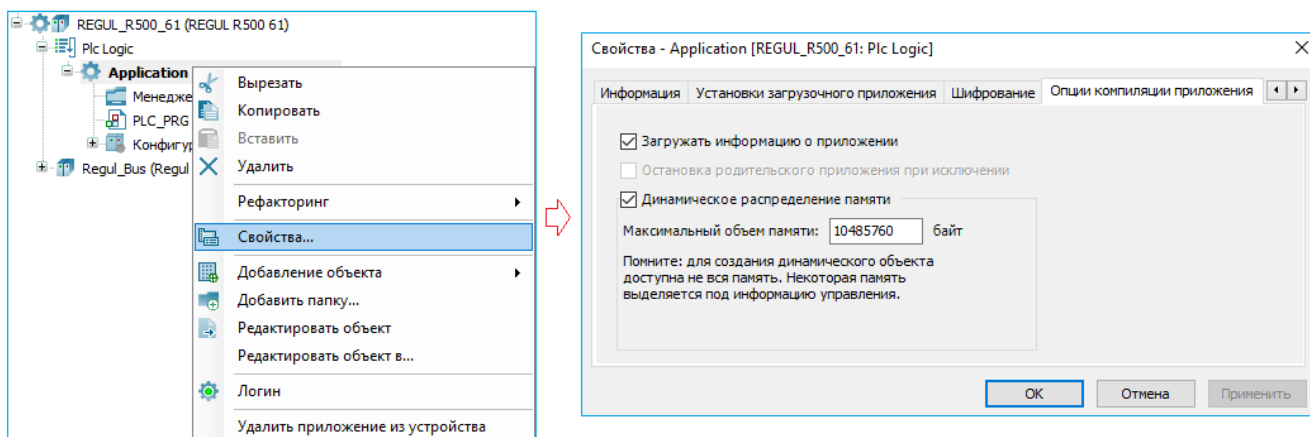

Рисунок 184 – Окно «Свойства»
- поместите курсор на **Application** в дереве устройств, правой кнопкой мыши вызовите контекстное меню, выберите пункт **Свойства**. Откроется окно **Свойства** ⇒ вкладка **Опции компиляции приложения** (Рисунок 184);